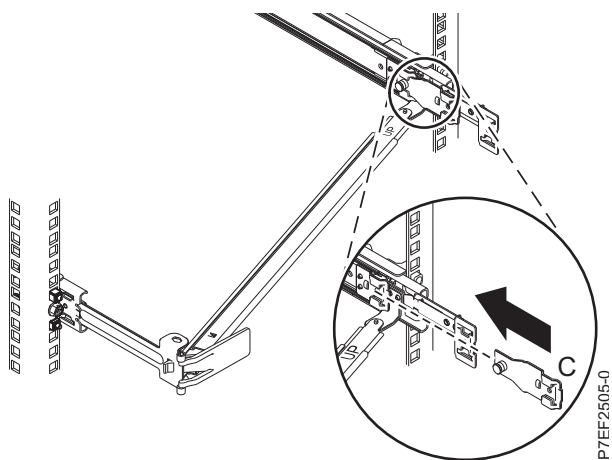

Figura 14. Instalando o Suporte de Montagem no Trilho Deslizante
6. Conecte o suporte de parada de organização de cabos (**B**) ao slot na parte interna do trilho esquerda deslizando o suporte de parada (**B**) para o trilho deslizante até que o pino com molas se encaixe. Para obter detalhes, consulte Figura 14.